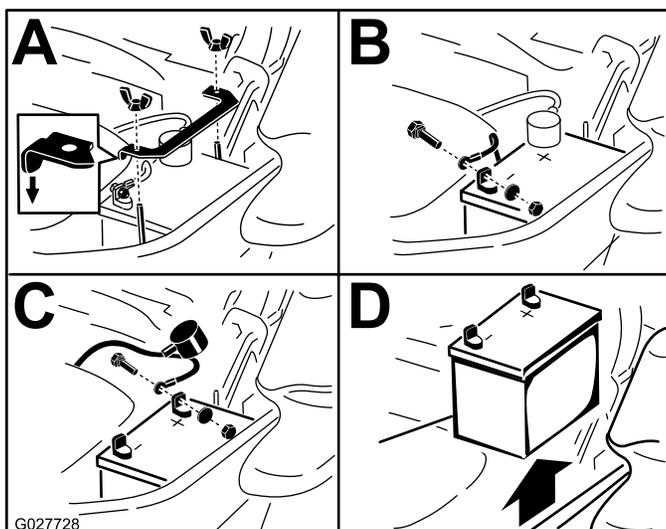

Figure 53
3. Retirez la batterie, comme montré à la Figure 53.
**Remarque:** Placez la batterie dans son support en tournant les bornes à l'opposé du réservoir hydraulique (Figure 53).